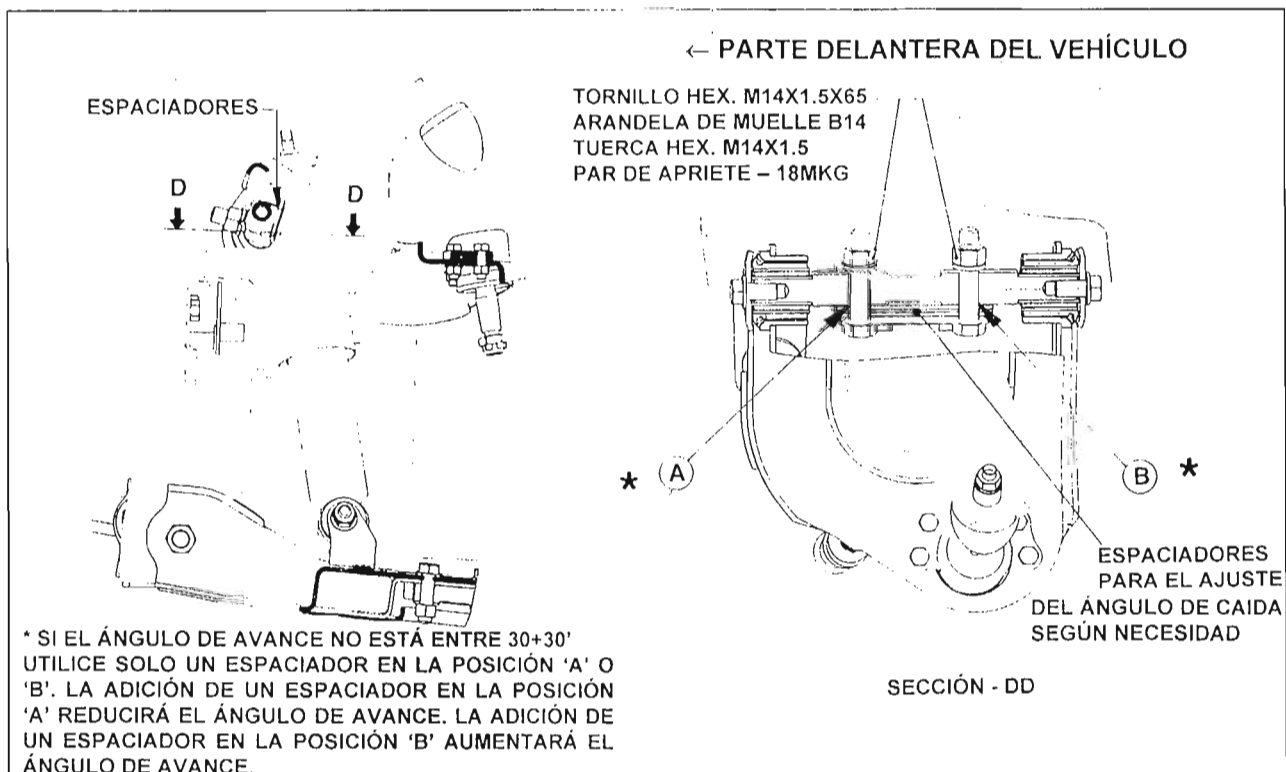

Fig.22 – Ajuste del ángulo de caída y del ángulo de avance
7A. AJUSTE DEL ÁNGULO DE CAÍDA (Fig.22)
7B. AJUSTE DEL ÁNGULO DE AVANCE (Fig. 22)
- La adición de espaciadores en la posición 'A' reducirá el ángulo de avance y en la posición 'B' aumentará el ángulo de avance. Ajuste el ángulo de avance a $3^\circ \pm 30'$ como se indica en Fig.22.
- Compruebe el ángulo de avance. Si el ángulo de avance no está entre $3^\circ \pm 30'$ añada solo un espaciador de 0.8mm de espesor en la posición 'A' o 'B' como se indica en Fig.22.